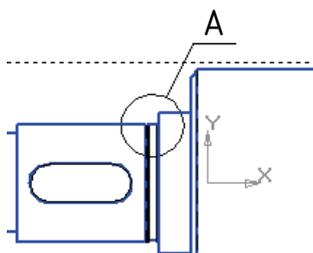

Рис. 8.24
- Постройте обозначение выносного элемента. Для этого укажите центральную точку контура выносного элемента в верхней части проточки, затем точку окружности на контуре и точку начала полки (рис. 8.24).